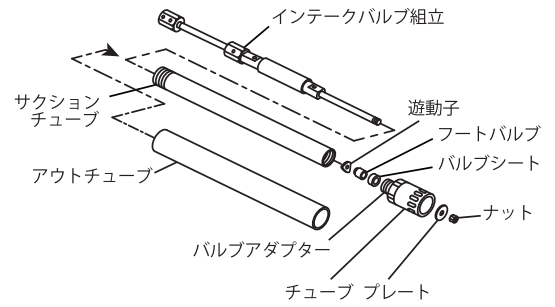

Fig.12
- 12) インテークバルブ組立をサクシオンチューブに差し込みます。(Fig.12)